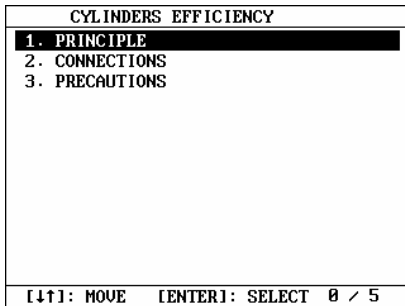

Abb.7-29
- ◆ Drücken Sie [HELP], um die Hilfe Oberfläche zu betreten, siehe Abb.7-29.